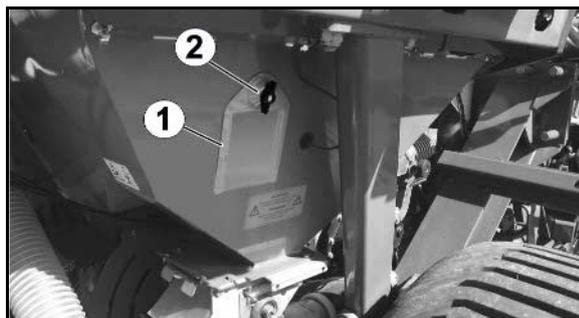

Fig. 114
- Mantener la llave esférica (Fig. 114/1) en posición **B**,